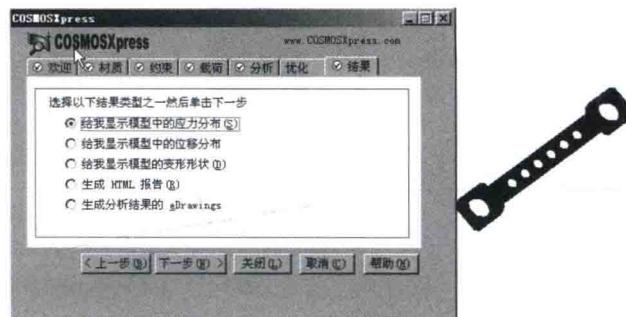

图 1-9 力学分析
STEP06 利用软件自带的功能模块对关键零件进行力学分析，如图 1-9 所示，SolidWorks 自带了很多功能模块，能够满足不同用户的需求。